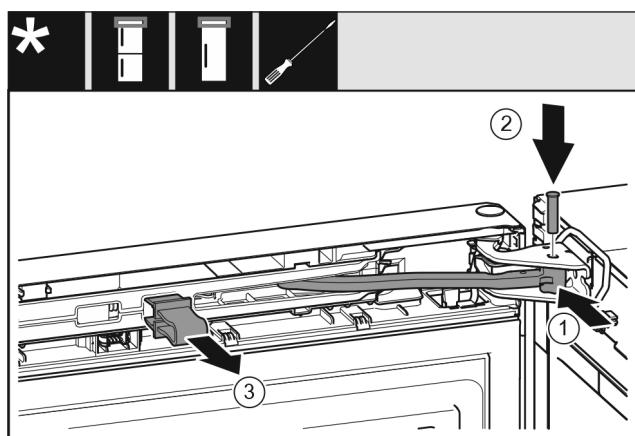

Fig. 30
- Gire la bisagra Fig. 30 (1) hacia el soporte del cojinete.
- Inserte el perno Fig. 30 (2) en el soporte del cojinete y la bisagra. Asegúrese de que la leva de bloqueo asiente correctamente en la ranura.
- Retire el seguro Fig. 30 (3).